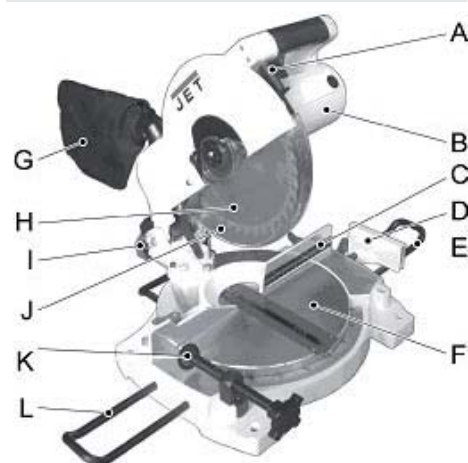

Рис. 1
Монтаж мешка для сбора опилок (G, Рис.1)
- Для выбрасываемых из под пилы опилок применяйте прилагаемый к пиле мешок (G, рис. 1).